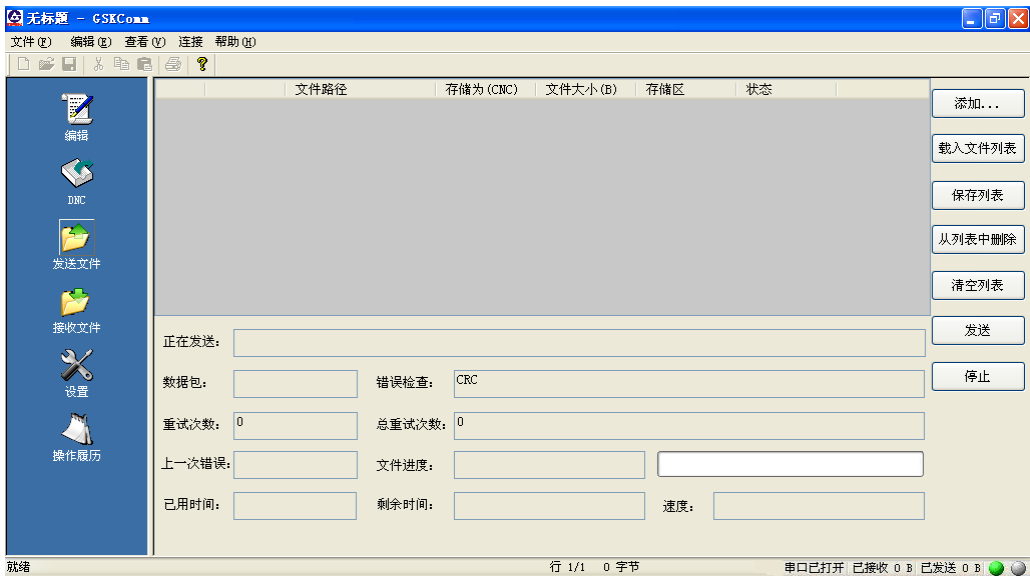

图 11-2-2-5
3、点击 **添加...** 按钮，把需要发送到 CNC 的文件都添加进来。如图 11-2-2-6 所示。